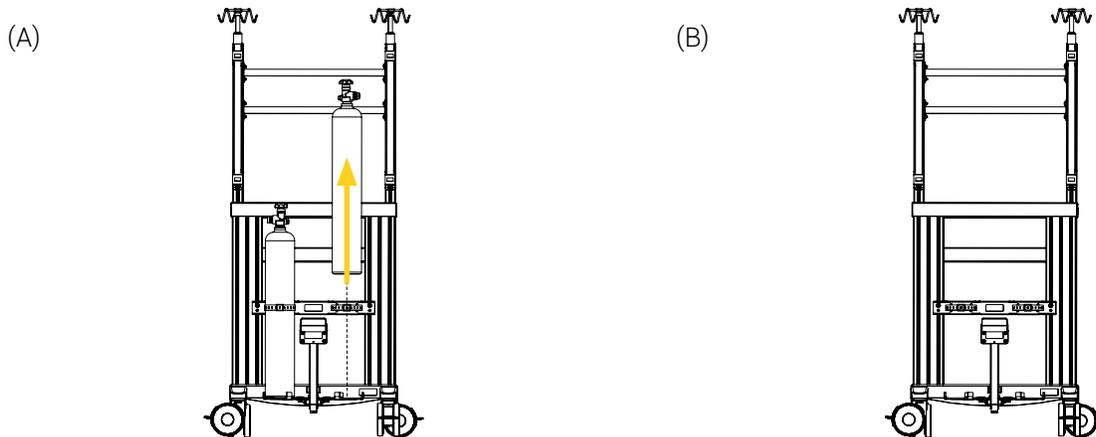

Figure 20 : Retrait du cylindre à gaz du support
1. Appliquer le système de freinage sur les quatre (4) roulettes pivotantes à double roue du chariot de transport.
3. Soulever et retirer le cylindre à gaz du support et le mettre de côté (Figure 20 A).
4. Au besoin, répéter les étapes 1 à 3 pour retirer un deuxième cylindre à gaz (Figure 20 B).